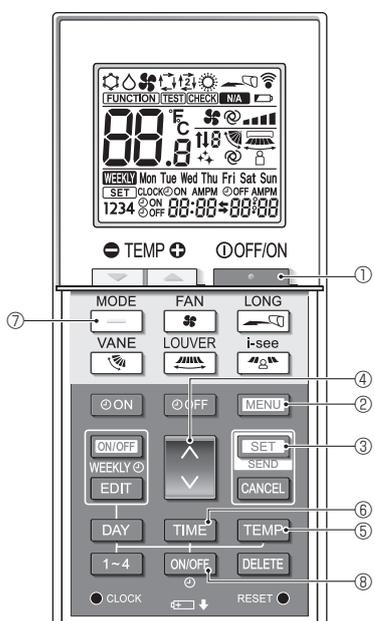

Fig. 6-9
1. Натисніть кнопку **STOP** ① для зупинки кондиціонера.
2. Натисніть кнопку **MENU** ②.
Відобразиться екран налаштування функцій, а функція ④ блиматиме. (Fig. 6-9)